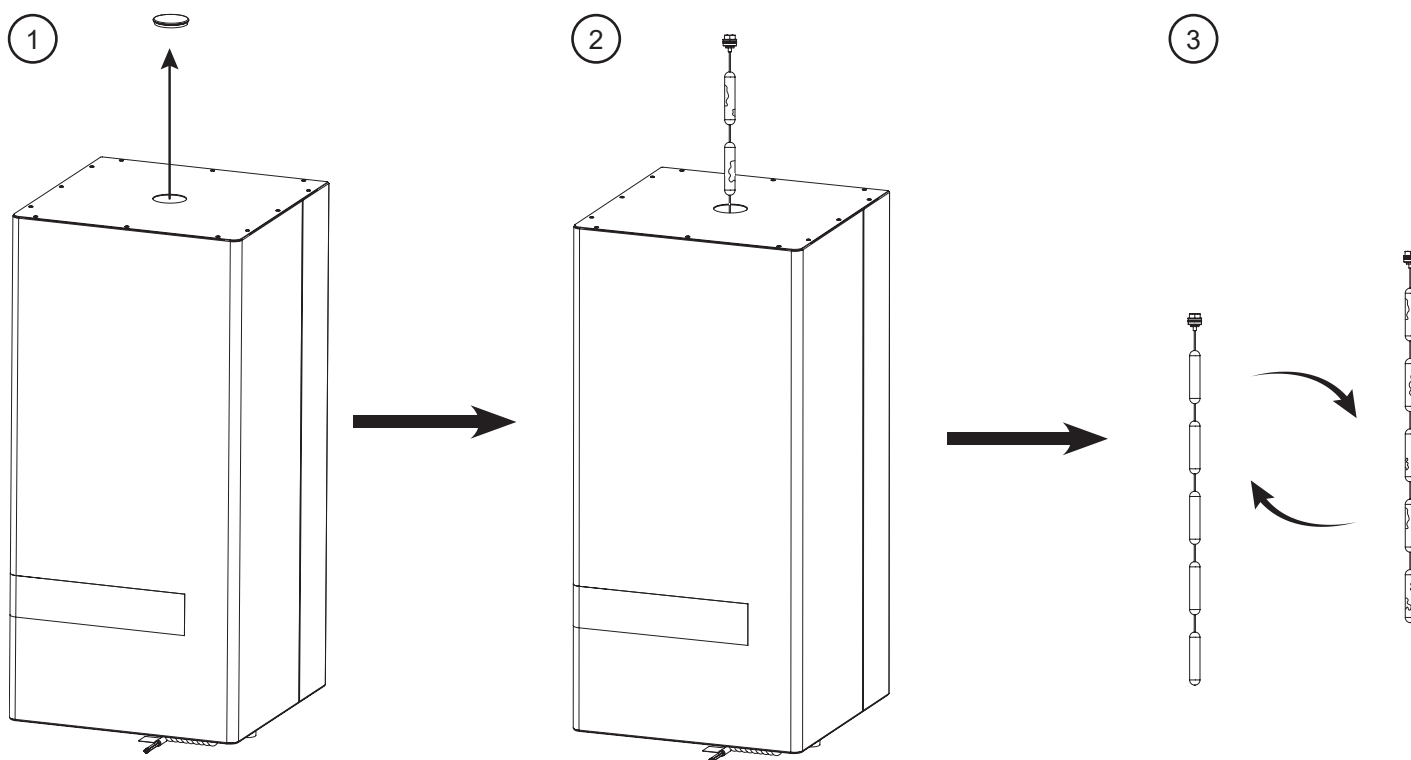

Fig.20 Udskiftning af magnesiumanoden i QMC 60.
Udskiftning af magnesiumanode i beholderen QMC60 (se Fig. 20)
trækker (Fig. 20 pos. 1).
4. Skru den brugte magnesiumanode ud ved hjælp af en topnøgle (Fig. 20 position 2).
5. Udskift magnesiumanodekæde med en ny (Fig. 20 position 3).